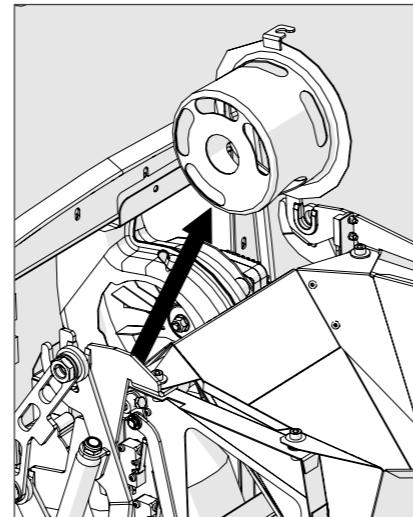

Bild 11
- Ta bort fläktanslutningen. Frigör den från fästskruven genom att vrinda den något bakåt. Lyft sedan ut den (bild 11).